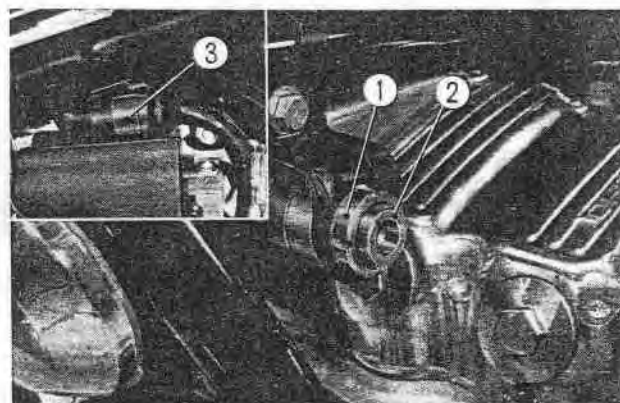

Fig. 16-14 ① Contre-écrou
2. Dévisser le contre-écrou du commutateur. (Fig. 16-14)
3. Débrancher la prise et enlever le commutateur. (Fig. 16-14)